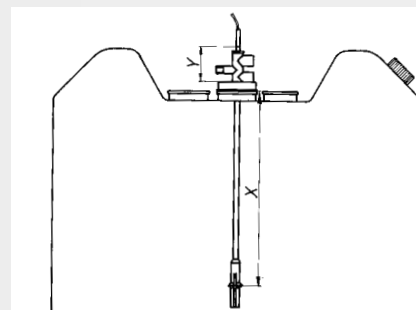

Abb. 11
6. Das Maß Y in der Tabelle dient zur Kontrolle, wenn der Grenzwertgeber am Tank montiert ist (siehe Abb. 11 + 13).
4. Einstellmaß $>X<$ einstellen (siehe Abb. 11+13).